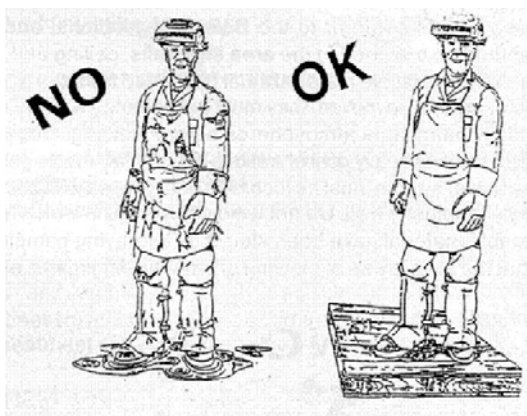

Рис. 7
- При работе в закрытом помещении, источник питания должен находиться вне зоны сварки, а заземляющий кабель должен быть приварен к обрабатываемому изделию. Не эксплуатируйте аппарат в помещениях с высокой степенью влажности и сырости (рис.7).